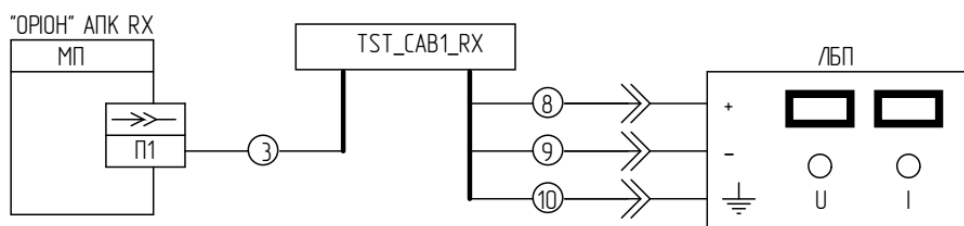

Рисунок 8.8.1 – Подключение «ОРИОН» АПК RX к ЛБП
2) Подключить «ОРИОН» АПК RX к ЛБП с помощью тестового кабеля «TST_CAB1_RX» (см. рисунок 8.8.1);